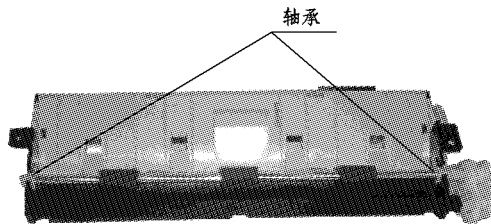

图7-16
d) 将排出滚轴的两侧的轴旋转90度后提起，卸下排出滚轴（图7-16）。